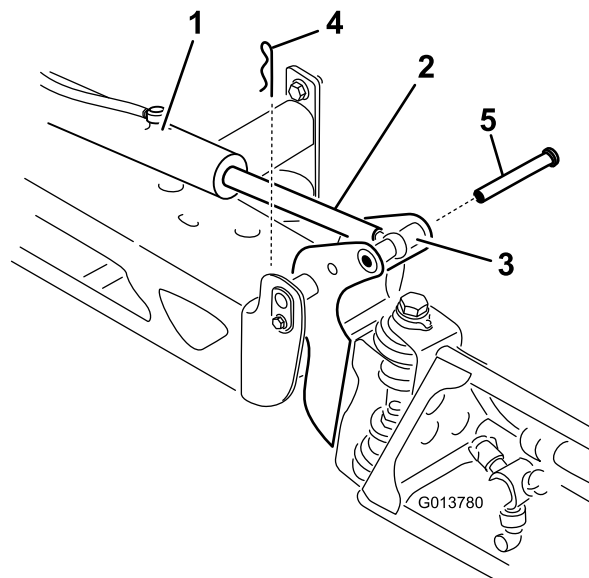

Figure 108
2. Retirez la goupille fendue de l'axe de chape (Figure 108).
3. Levez la section, retirez l'axe de chape et abaissez lentement la section au sol (Figure 108).
7. Tout en soutenant la section de pulvérisation, insérez l'axe de chape dans le pivot de rampe et la tige de vérin (Figure 108).